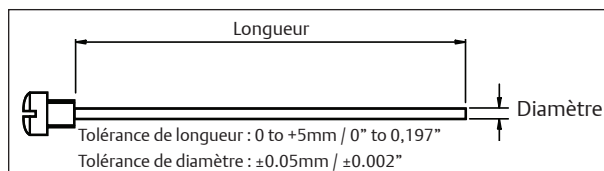

Figure. 6 Dimensions SAFEKEY
(déplacement des pistons vers l'intérieur, Figure. 6).
- Passez la tige de compression HYTORK appropriée à travers le capot (Figure. 6) et vissez-la dans
- Pour les modèles XL 26 à XL681** les pistons (20)
7. Une fois les capots en place et les SAFEKEYS correctement ajustés, retirez les tiges de compression HYTORK et replacez les boulons de scellement (28) et les joints (29).